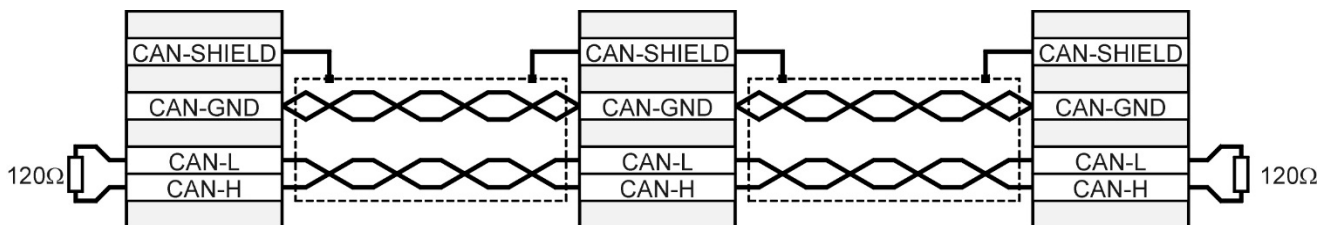

Abbildung 3.2: Verkabelungsbeispiel
- Die einzelnen Knoten des Netzwerkes werden grundsätzlich linienförmig miteinander verbunden, so dass das CAN-Kabel von Regler zu Regler durchgeschleift wird (Siehe Abbildung 3.2).